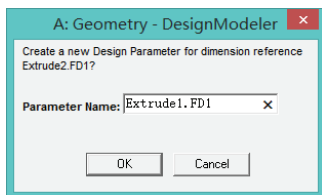
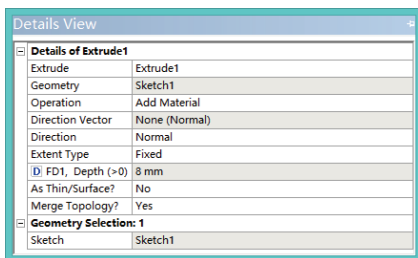

图 3-110 设置参数对话框
图 3-111 设置参数后的模型
1) 选择 Extrude1, 在细节窗口中单击 Depth 前的方框, 在弹出的对话框 (见图 3-110) 中单击 OK 按钮。得到的细节窗口如图 3-111 所示。